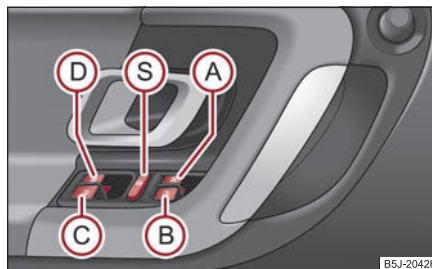

Fig. 43 Touches dans la portière du conducteur
Les touches pour chaque vitre se trouvent sur le bloc de commande de la portière conducteur ⇒ page 50, fig. 43, de la portière passager avant et des portières arrière*.
Vous pouvez neutraliser les touches pour les lève-vitres dans les portes arrière en appuyant sur la touche de sécurité (S) ⇒ page 50, fig. 43. Vous pouvez réactiver les touches pour les lève-vitres dans les portes arrière en réappuyant sur la touche de sécurité (S).
- Si des enfants sont assis sur les sièges arrière, nous vous recommandons de neutraliser les lève-vitres électriques des portières arrière (touche de sécurité) (S) ⇒ page 50, fig. 43.